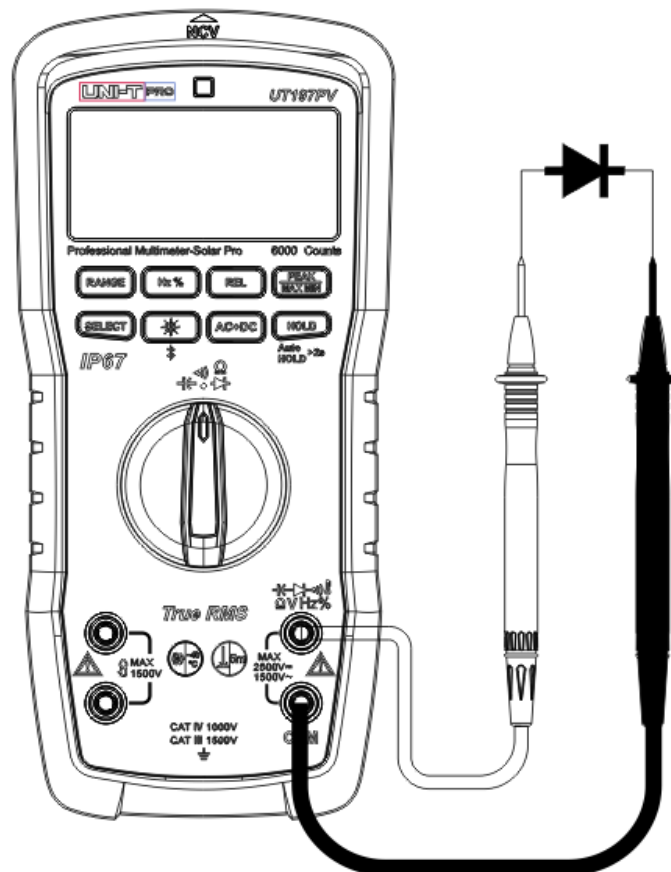

Рисунок 11
8. Проверка диодов (рисунок 11)